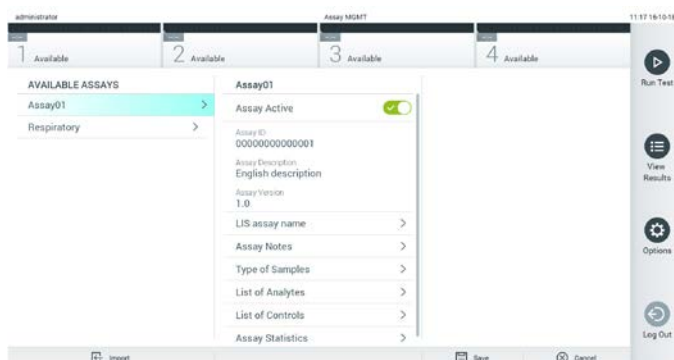

Рис. 60. Активація аналізу.
7. Аналіз стає активним, якщо натиснути кнопку **Assay Active** (Аналіз активний) (рис. 60).